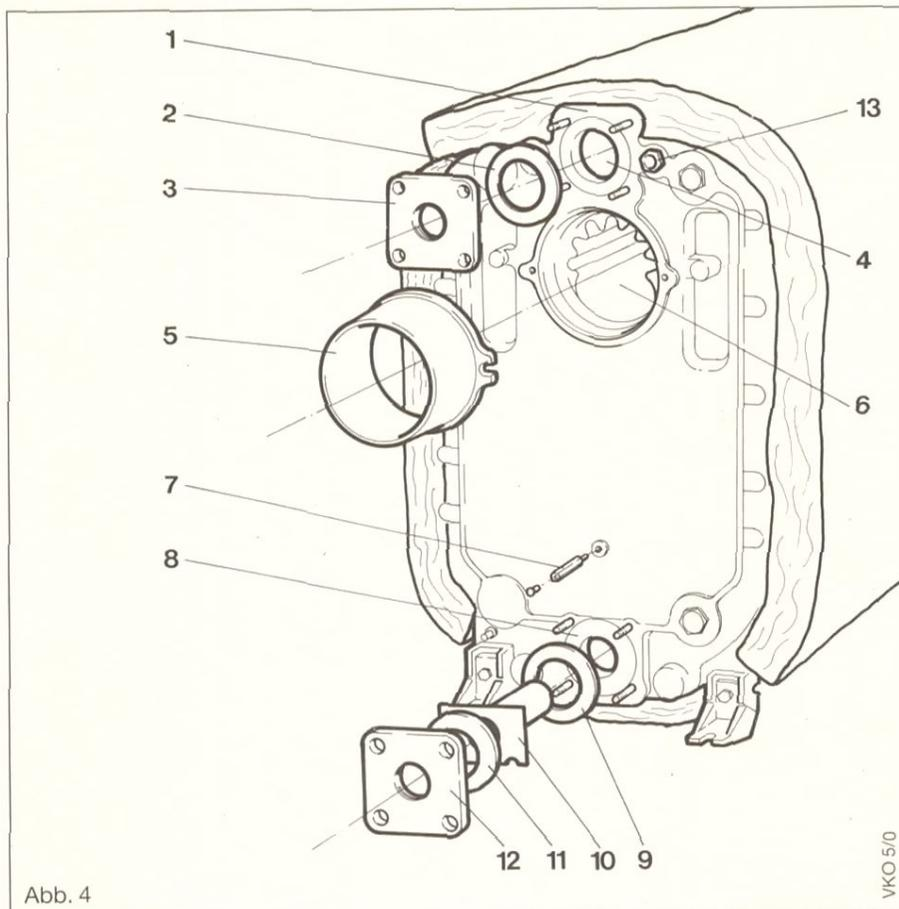

Abb. 4
Wasserverteilerrohr (10) mit Dichtung (9) wie in Abb. 4 gezeigt in den Rücklaufanschluß (8) einschieben.
Rückwandblech (9) an den Seitenwandblechen (2 und 10) einhängen und der Distanzschraube (7 – Abb. 4) mit einer Schraube befestigen.
Tauchfühler von Kesseltemperaturregler, Sicherheitstemperaturbegrenzer und Kesselthermometer zur Tauchhülse (13 – Abb. 4) führen und mit Wellfeder bis zum Tauchhülsengrund einschieben und mit Sicherungsklammer sichern.